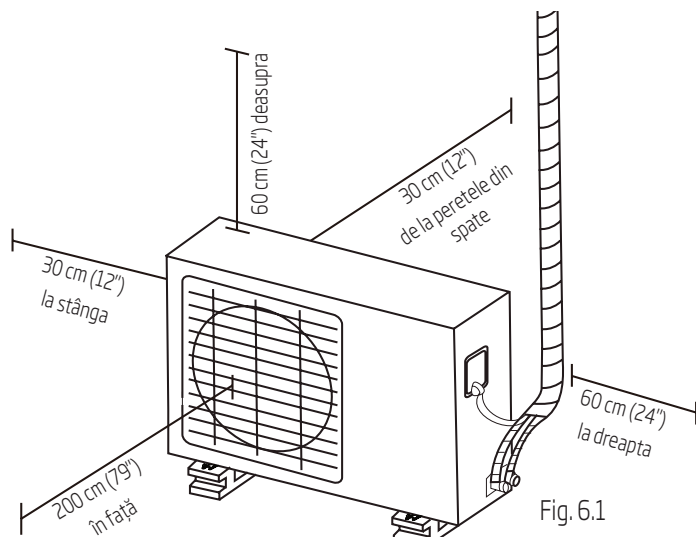

Fig. 6.1
- Îndeplinesc toate cerințele spațiale prezentate în Cerințe privind spațiul de instalare (Fig. 6.1)